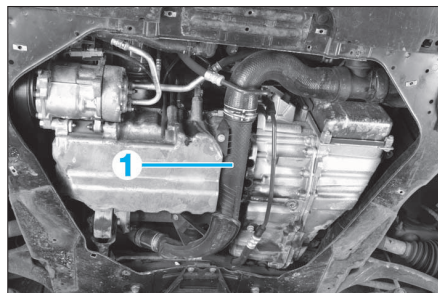

FIG. 64
- le conduit de suralimentation (1) (Fig.64).